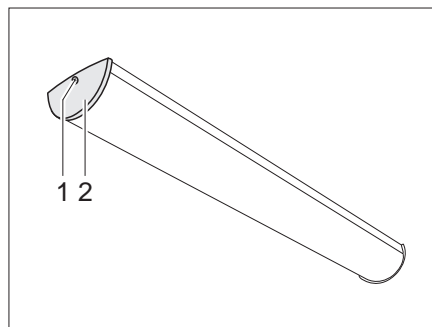

Bild 292 Wohnraumleuchte
- Schraube (Bild 292,1) herausdrehen und Abdeckung (Bild 292,2) abnehmen.